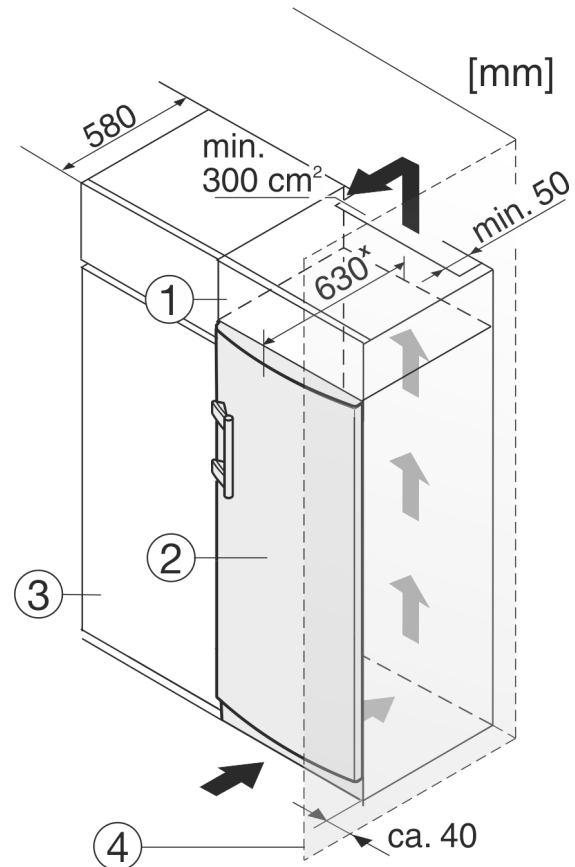

Fig. 12
- (1) Шафа для встановлення на пристрої
- (2) Пристрій
- (3) Кухонна шафа
- (4) Стінка
Перед встановленням пристрою можна змінити його конструкцію відповідно до кухонної шафи. Щоб привести висоту пристрою Fig. 12 (2) у відповідність із розмірами кухонної ніші, можна встановити на нього спеціальну шафу Fig. 12 (1).
У разі переобладнання кухонними шафами (глибина щонайбільше 580 мм) пристрій можна встановити безпосередньо поруч із кухонною шафою Fig. 12 (3). Пристрій виступає за передню частину кухонної шафи на 34 мм * з боків і на 50 мм * посередині.
Якщо пристрій із шарнірами встановлюється поруч зі стіною *Fig. 12 (4)*, відстань між пристроєм і стіною має становити щонайменше 40 мм. Це відповідає необхідній відстані для ручки після відкривання дверцят.